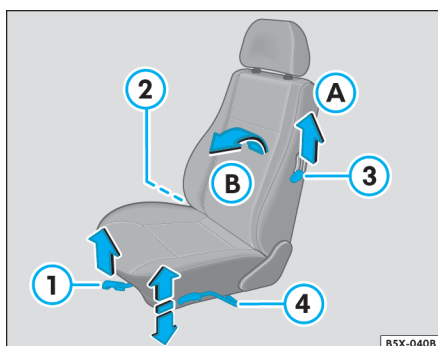

Fig. 60 Elementos para el ajuste del asiento delantero lado conductor
① Reglaje longitudinal
- Levante la palanca ⇒ fig. 60 ① y desplace el asiento hacia delante o hacia atrás.
- Suelte la palanca ① continuando a desplazar ligeramente el asiento, hasta encajar su bloqueo ⇒ ⚠.
② Reglaje de la inclinación del respaldo
- Alivie la presión del cuerpo sobre el respaldo y gire el botón de mando ⇒ fig. 60 ② ⇒ ⚠.
③ Desbloqueo e inclinación del respaldo
- Para acceder al asiento trasero de los vehículos 2 puertas, levante la palanca ⇒ fig. 60 ③ en el sentido de la flecha A, y mueva el respaldo hacia delante, en el sentido de la flecha B.
④ Reglaje de la altura - asiento simple²⁴⁾
- Levante la palanca ⇒ fig. 60 ④ y mueva el cuerpo hacia delante (forzando el asiento) o hacia atrás (forzando el respaldo), hasta alcanzar la altura deseada ⇒ ⚠.
④ Reglaje de la altura - asiento modular²⁴⁾